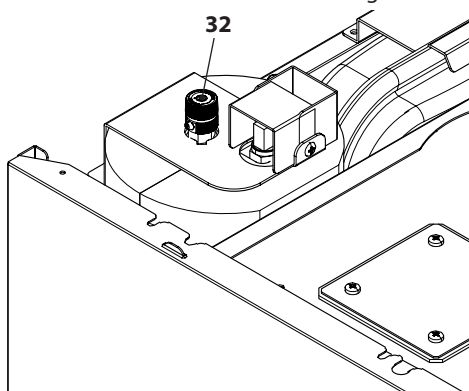

Figura 6.4
- Svitare il tappo della valvola di sfiato automatica del microaccumulo 32 in Figura 6.4.